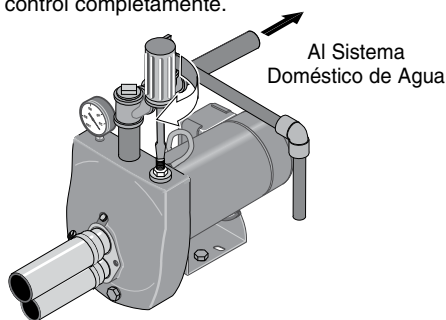

Figura 13: Cebado de la Bomba
Paso 2. Vuelva a colocar todos los tapones de llenado y cierre la válvula de control completamente (Figura 13).